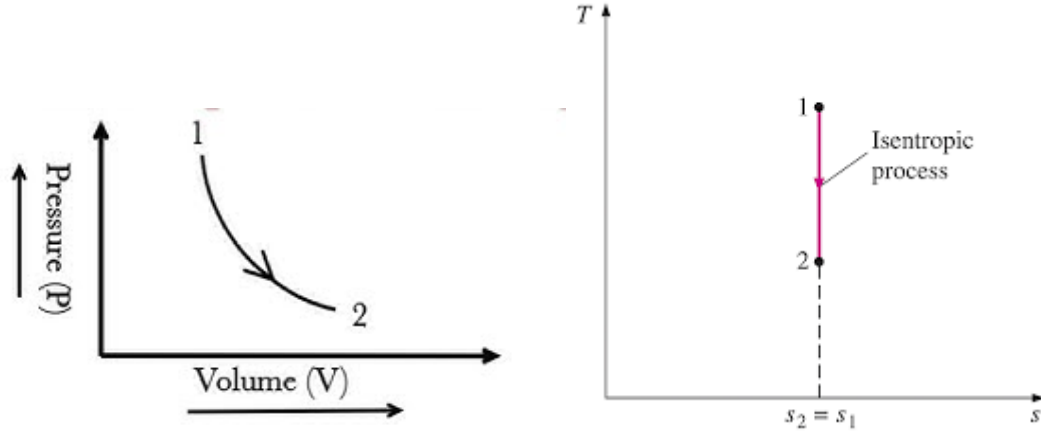

Figure 2.5
- Figure 2.5 मध्ये आइसेंट्रोपिक प्रक्रिया पीव्ही आणि टीएस (PV and TS) Figureवर काढून दाखविली आहे.